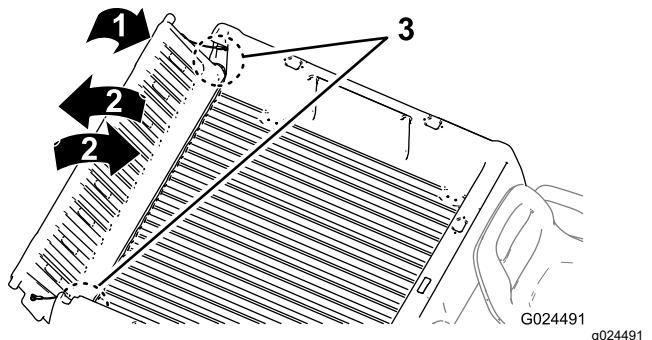

Figura 17
2. Rode a porta traseira para a posição de aproximadamente 45° (**Figura 17**).
3. Com um movimento breve e oscilante, rode a porta traseira para trás e para a frente várias vezes (**Figura 17**).